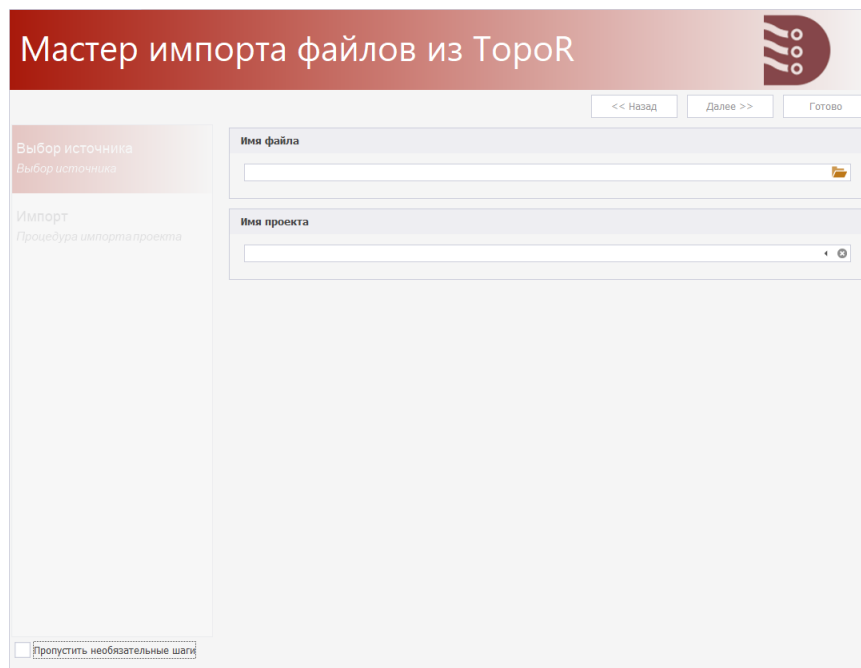

Рис. 65 Выбор файла
3. На шаге «Выбор источника» выберите файлы для импорта, Рис. 65, нажав .